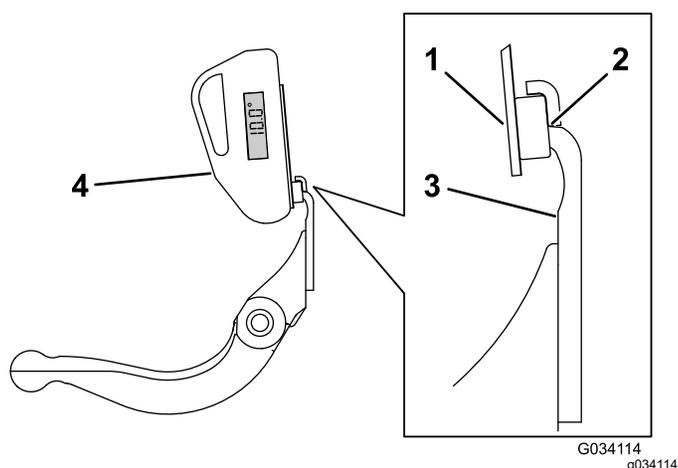

Figura 23
3. Coloque el soporte del indicador de ángulo sobre el filo de la contracuchilla de manera que el borde del imán esté enrasado con el filo de la contracuchilla (Figura 23).
4. Coloque el indicador de ángulo en el soporte, según se muestra en Figura 23.